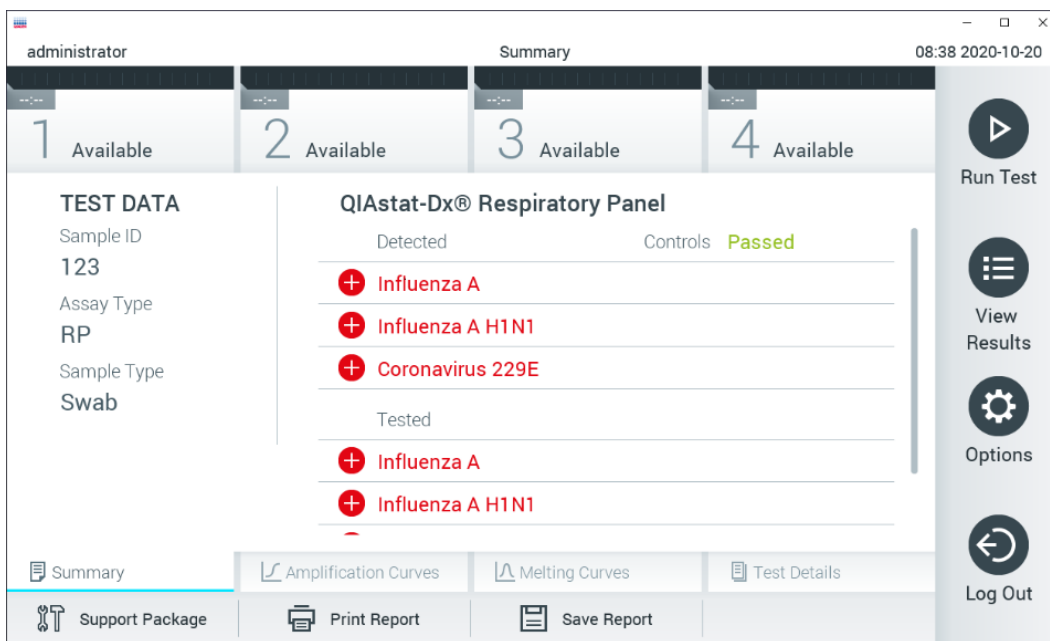

Figura 30. Ecrã Summary (Resumo) de resultados.
11. Depois da ejeção do cartucho de ensaio QIAstat-Dx, é apresentado o ecrã Summary (Resumo) de resultados (Figura 30). Consulte a Secção 5.5 para mais detalhes.